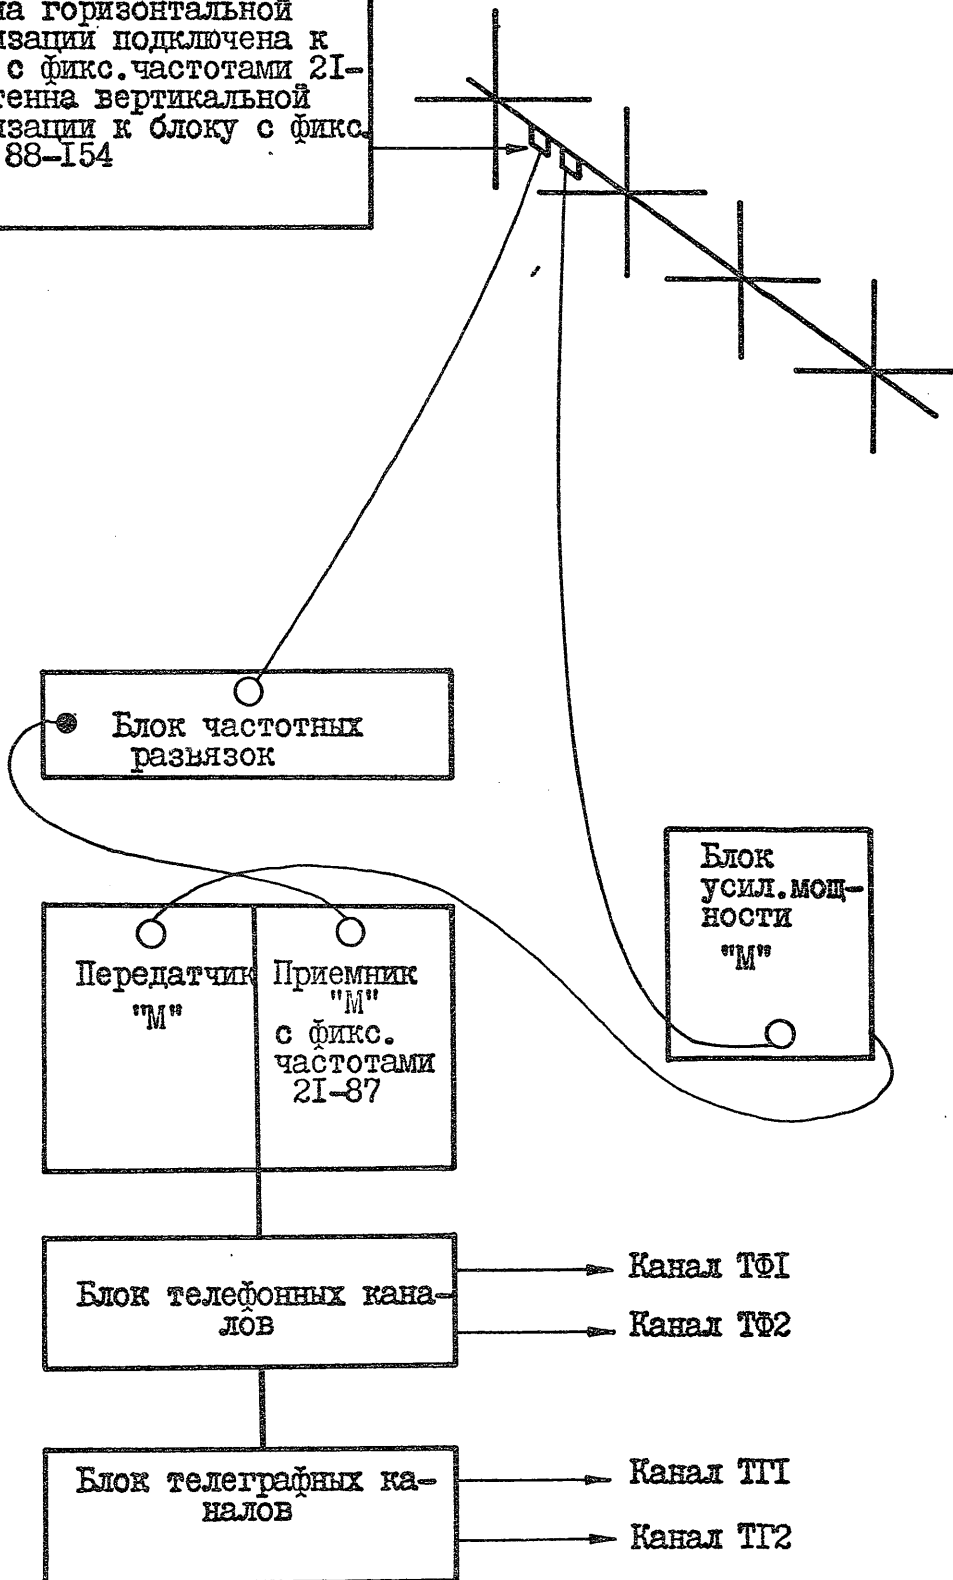

Рис.27.
- выключить передатчик станции /переходим на дежурный режим работы/ см. рис. 27 и 28.